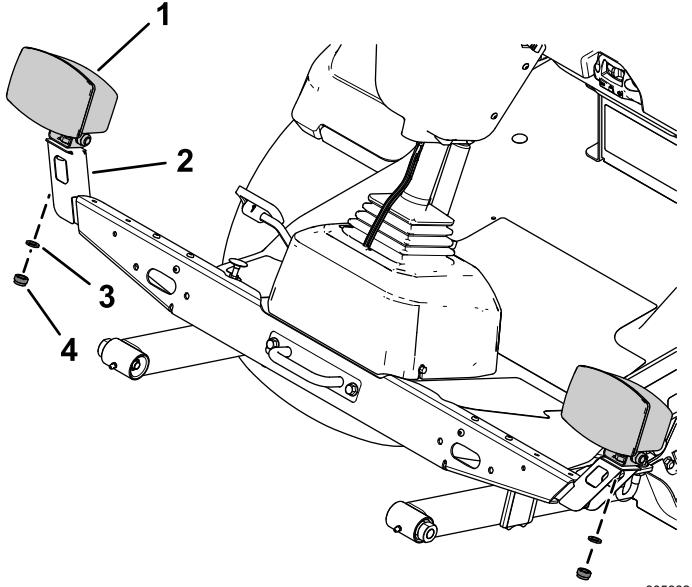

Figure 20
- Fixez les feux gauche et droit sur les supports gauche et droit à l'aide de la rondelle frein et de l'écrou hexagonal de chaque feu (Figure 20).